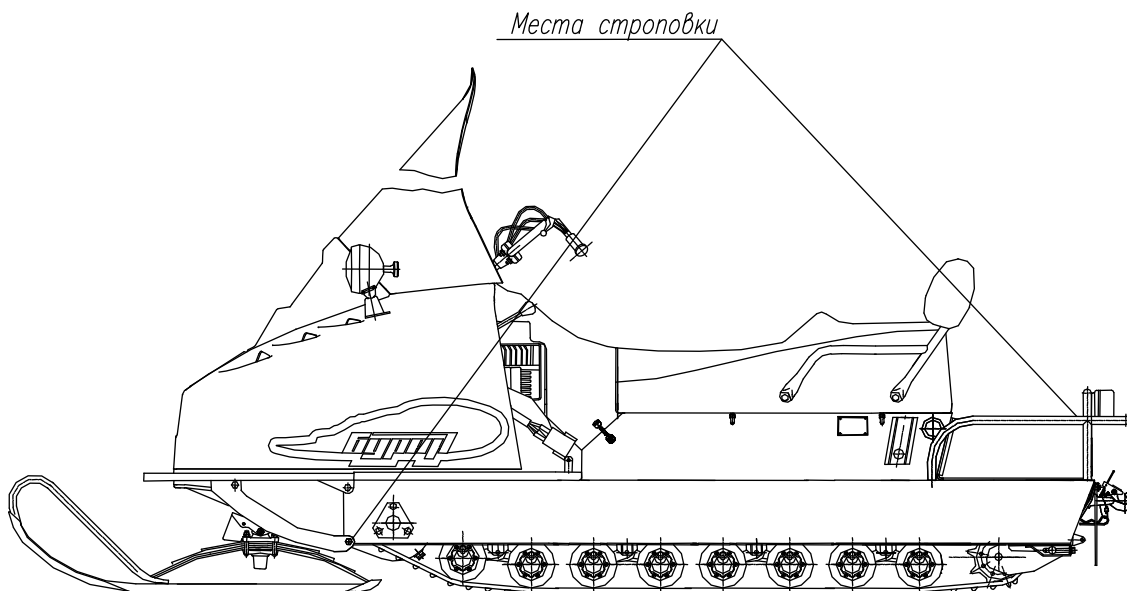

Рис. 24 – Схема строповки снегохода БУРАН АД, АДЕ, ЛД, ЛДЕ, АДТЕ, 4ТД
- снегоход БУРАН АД, АДЕ, ЛД, ЛДЕ, АДТЕ – за нижние передние уголки рамы и ограждение багажника (рис. 24).